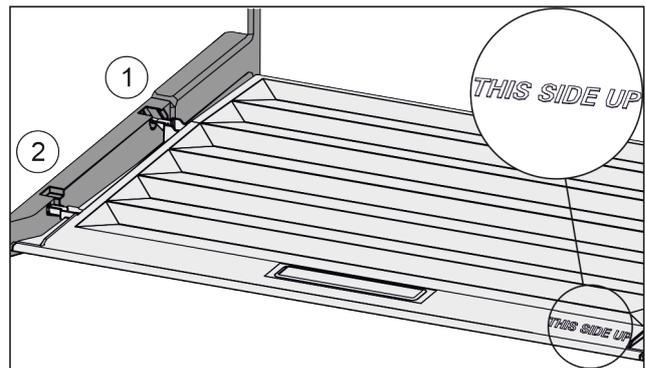

Fig. 125
- ▶ Introduzca los nervios de la tapa por la abertura del soporte trasero Fig. 125 (1) y encájelos por delante en el soporte Fig. 125 (2).